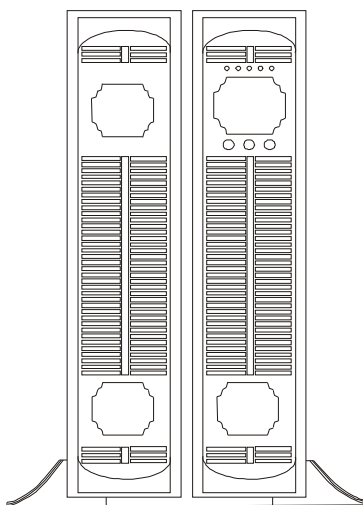

Рис.3-4. Установка ИБП и батарейного блока
2. Установите ИБП и батарейный блок вместе и соедините батарейным кабелем (см. рис.3-4).